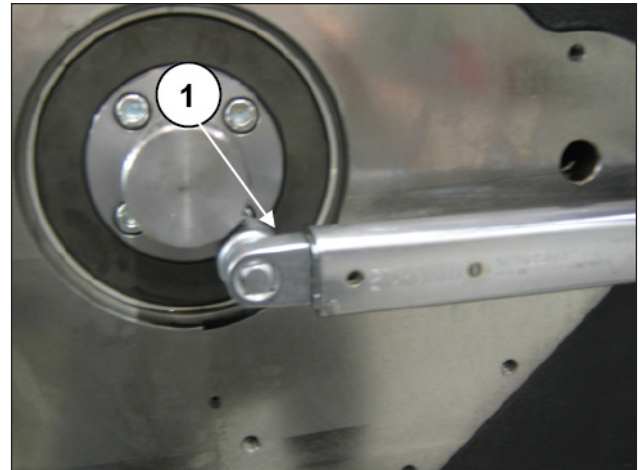

Abb. 123
Montieren Sie den Schaft der Ölpumpensteuerung mithilfe der vier Schrauben M8 an die Kurbelwelle (Pos. ①, Abb. 123) und ziehen Sie diese mit einem Drehmomentschlüssel auf das im Absatz 3 angegebene Anzugsmoment an.